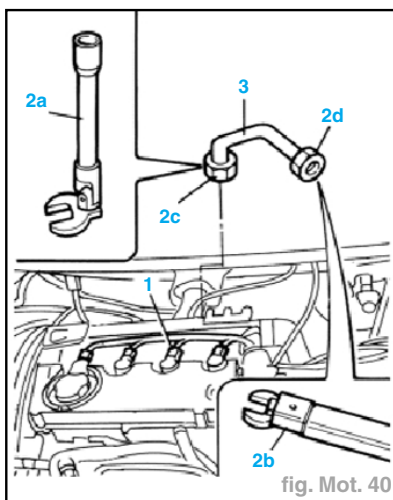

fig. Mot. 40
- Débrancher les connexions électriques (1) des injecteurs (fig. Mot. 40).